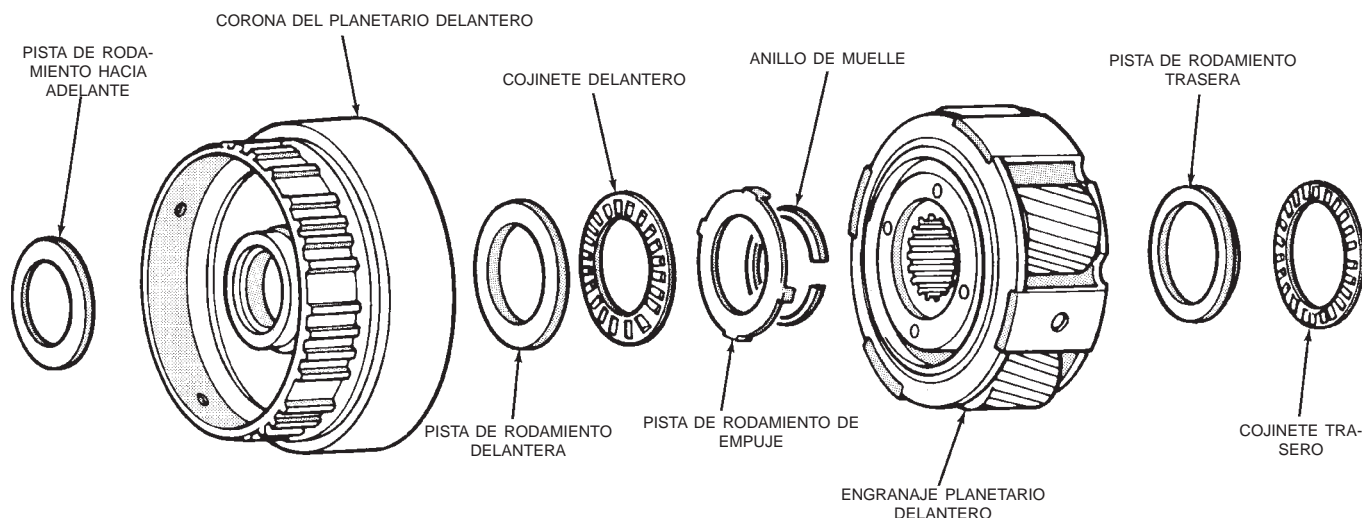

Fig. 256 Componentes del engranaje planetario delantero
(1) Retire la corona del engranaje planetario (Fig. 256).
(2) Retire el cojinete delantero y las dos pistas de rodamiento de la corona (Fig. 256).
(3) Retire la pista de rodamiento de empuje con lengüetas del engranaje planetario (Fig. 256).
(4) Retire el anillo de muelle que fija el engranaje planetario al eje y retire el engranaje.
(5) Retire el cojinete y la pista de rodamiento traseros del engranaje planetario.
(6) Mida el diámetro interior del casquillo de la corona. El diámetro máximo permitido es 24,08 mm (0,9480 pulg.). Reemplace la corona si el diámetro interior del casquillo es superior a lo especificado.
(7) Verifique el estado del engranaje planetario. Reemplace el engranaje si los dientes están desgastados, si los pasadores están flojos o si la caja está cuarteada, deformada o desgastada.
(1) Lubrique los cojinetes y las pistas de rodamiento del planetario y la corona con vaselina.
(2) Identifique los cojinetes y las pistas de rodamiento del planetario antes de su instalación. (Fig. 256). Los cojinetes y las pistas de rodamiento pueden identificarse por las siguientes dimensiones: